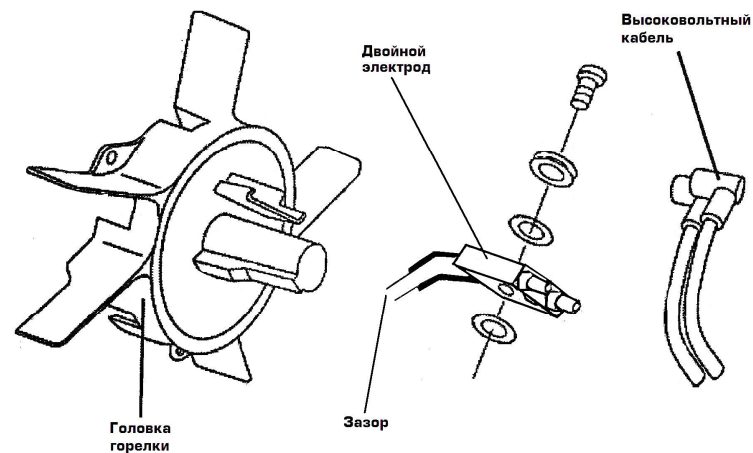

Рис. 7
Электроды следует чистить и настраивать зазор каждые 600 часов работы. При необходимости электрод нужно заменить. После извлечения очистите оба стержня проволочной щеткой. Настройте зазор между концами стержней электродов, равный 3,5 мм. (См. рис.7)
6. Влага в топливе или топливном баке. 7. Неправильное электрическое соединение между трансформатором и печатной платой. 8. Высоковольтный провод отсоединен от электрода. 9. Неисправный трансформатор.	(рис. 6). 6. Прополощите топливный бак чистым дизтопливом. 7. Осмотрите все электрические соединения.(См. приложение А). 8. Подсоедините высоковольтный провод к электроду (рис.7). 9. Замените трансформатор